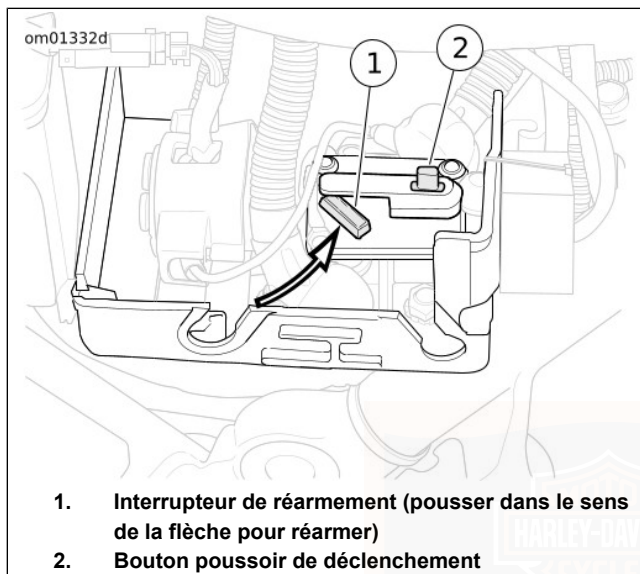

Figure 73. Disjoncteur du moteur de marche arrière
Voir Figure 73. Le disjoncteur est situé dans le boîtier électrique. Ce disjoncteur, qui peut être réarmé manuellement, possède un bouton poussoir de déclenchement rouge (2) et un interrupteur de réarmement (1). Pour déclencher manuellement le disjoncteur, appuyer sur le bouton poussoir de déclenchement (ce qui entraîne la sortie de l'interrupteur de réarmement).